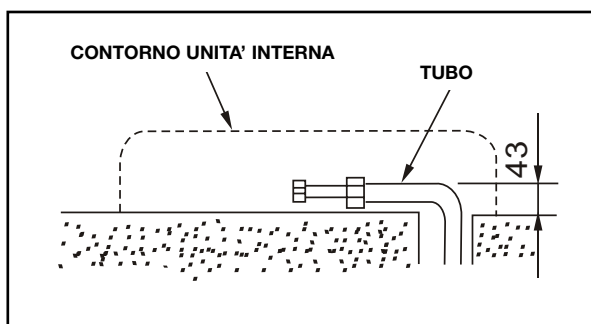

fig.5
3. Tracciare la tubazione come indicato in figura. Piegare il tubo di collegamento assicurandosi che si trovi ad una distanza dalla parete non superiore a 43 mm (fig. 5).